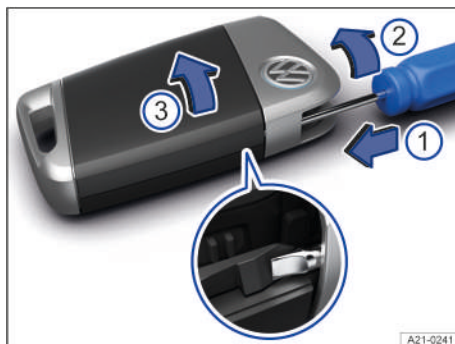

Fig. 64 Llave del vehículo: abrir la tapa del compartimento de la pila.
2. Introduzca un destornillador de hoja plana en la llave del vehículo, por la guía exterior de la llave de emergencia, aprox. 1 cm en el sentido de la flecha → fig. 64 ①.
3. Gire el destornillador en el sentido de las agujas del reloj hasta que la tapa se abra → fig. 64 ②.
4. Desplace la tapa en el sentido de la flecha y retírela → fig. 64 ③.
7. Presione la tapa sobre la carcasa → fig. 64 ③ , → ①.